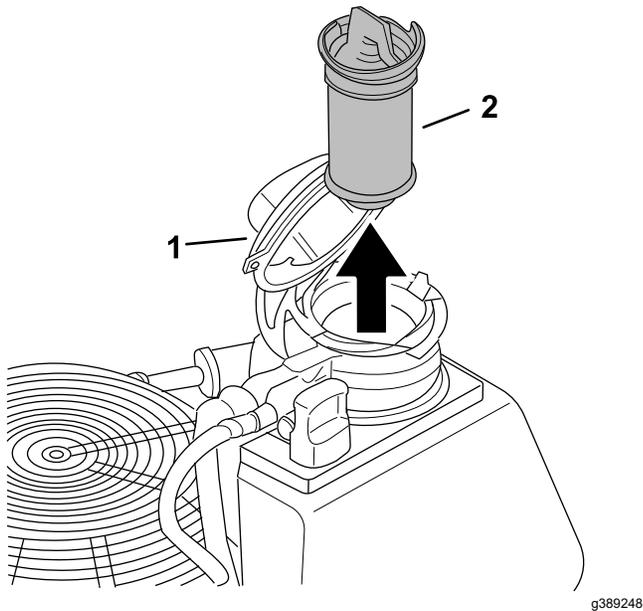

Figura 48
- Retire el filtro de aceite del motor (Figura 48).